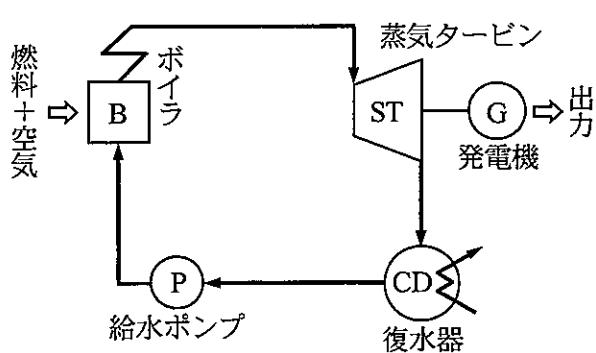
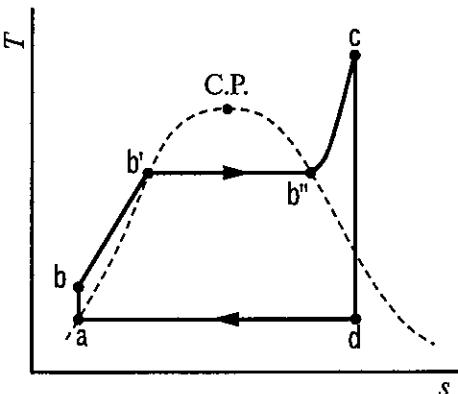
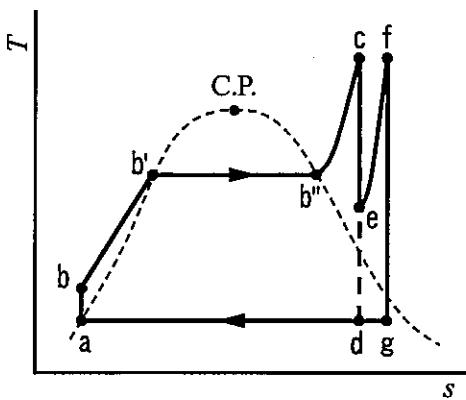

図1
図2
図3
(I) 図1に蒸気原動所の基本的な構成を、図2に作動流体の温度  $T$  と比エントロピー  $s$  の関係を示す。このサイクルは、 サイクルと呼ばれている。いま、状態点  $a - b - b' - b'' - c - d - a$  の基本サイクルを考える。本蒸気原動所では、まず状態点  $a$  の圧力 0.008 MPa の飽和水が等エントロピー変化で 5.0 MPa まで加圧されて状態点  $b$  (温度 41.7 °C) の状態になり、ボイラで状態点  $c$  まで加熱される。この間、 $b'$  から  $b''$  の間で水は蒸発し、 $b''$  ではすべて水蒸気となる。そしてさらに加熱され、状態点  $c$  では 360 °C の過熱蒸気となる。この過熱蒸気は蒸気タービンに送られ、発電を行う。蒸気タービン内では等エントロピー変化が行われ、水蒸気は、0.008 MPa まで減圧し状態点  $d$  の状態となる。状態点  $d$  は、飽和液線と飽和蒸気線の間にあり、湿り蒸気の状態となることを示している。このとき、状態点  $d$  の乾き度  $x$  は、比エントロピー  $s$  と乾き度  $x$  の関係式  を用いて求められ、  $\times 10^{-1}$  となる。各状態点における作動流体の比エンタルピー  $h_d$  は、 [kJ/kg] となる。このとき、理論熱効率  $\eta_{th}$  は、式  を用いて求めることができ、 [%] となる。
(2) 図3は図2の基本サイクルの効率を向上させたサイクルである。このサイクルでは、状態点 c から状態点 e に膨張後、水蒸気はボイラ内に設けられた [4] に送られ、[5] 過程において再加熱された後、状態点 c と同じ温度の状態点 f に回復する。その後再び蒸気タービンにもどり、蒸気タービン内で仕事に変換され、出口の状態点 g となる。図2の基本サイクルの理論熱効率計算で求めたように、[6] の仕事は他の仕事に比べて非常に小さいので、この仕事を無視すると、効率向上を取り入れたサイクルの理論熱効率は、式 [7] となる。